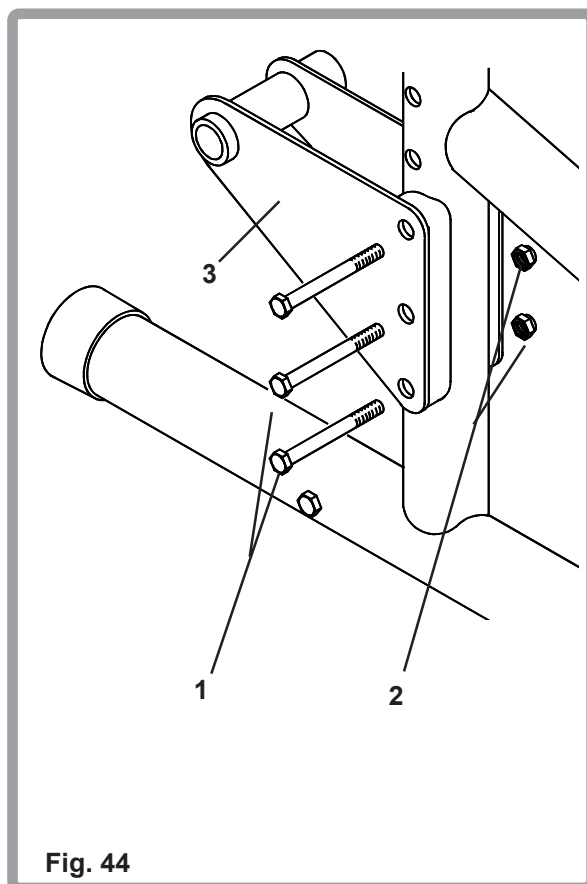

Fig. 44
Si se requieren, hay disponibles pletinas para amputados (Fig. 44). Extraiga las pletinas existentes, acople las pletinas para amputados utilizando tres pernos (1) y tuercas (2) por cada pletina (3) y apriete a una torsión de 8-10Nm mediante dos llaves inglesas A/F de 10mm.